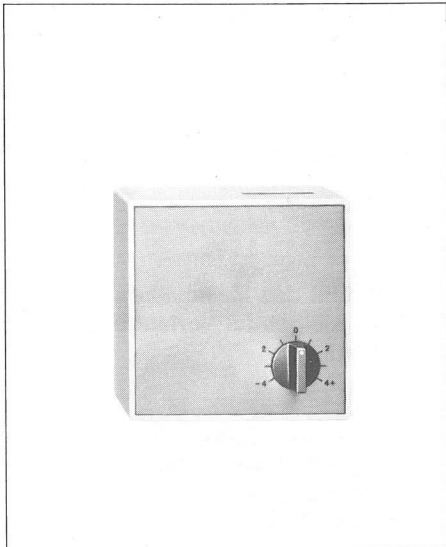

Bild 9 Fernbedienung FB3
3.3 Fernbedienung FB3 (Bild 9)
3.4 Raumfühler RFS2 (Bild 9)